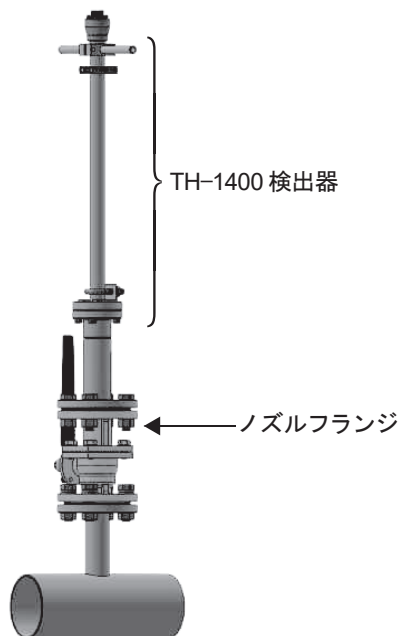

図1
- 1) 流れ方向を確認し検出器をノズルフランジ(またはボールバルブ)に接続します。(図1)